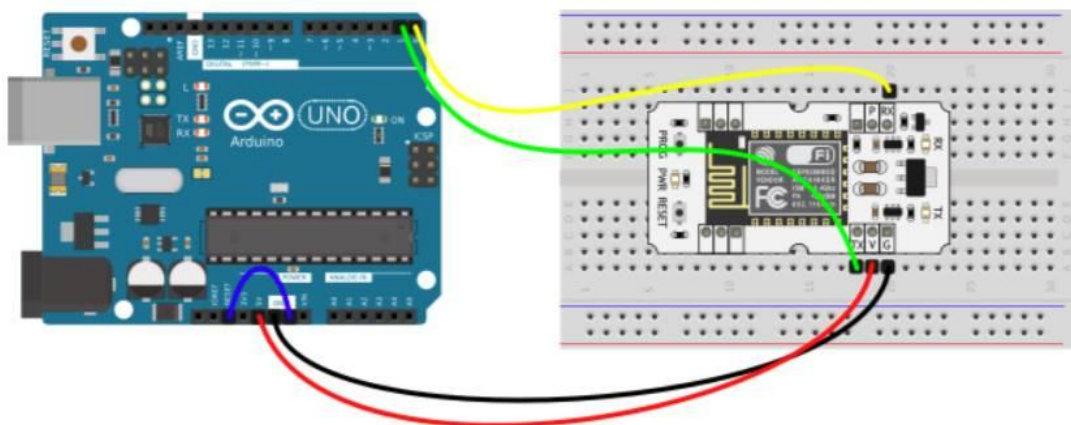

Рисунок 10. Схема подключенная Тройка WiFi через платформу Arduino Uno
- через платформу Arduino Uno (рисунок 10)